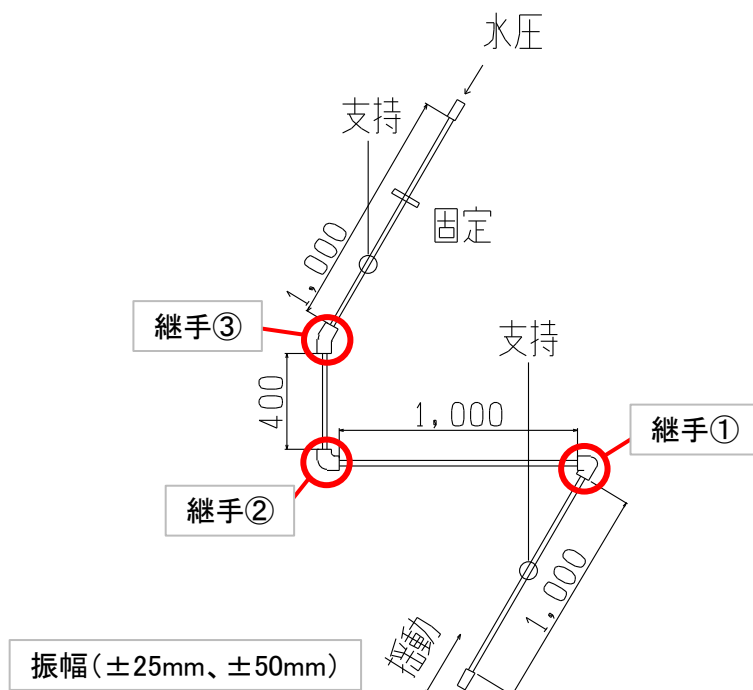

図 4-16 揺動試験Ⅱ 概略図
(1) 試験方法
図 4-16 に示すように継手に管を接合し、水圧 0.6MPa、振幅 $\pm 25\text{mm}$ 及び $\pm 50\text{mm}$ 、振り速さ 0.5Hz(30 回/分)で 10,000 回揺動し、ナットの緩み及び漏れの有無を確認する。継手①、②、③(図 4-16 赤丸部)は通常施工状態より袋ナットを 45° 締込不足とする。